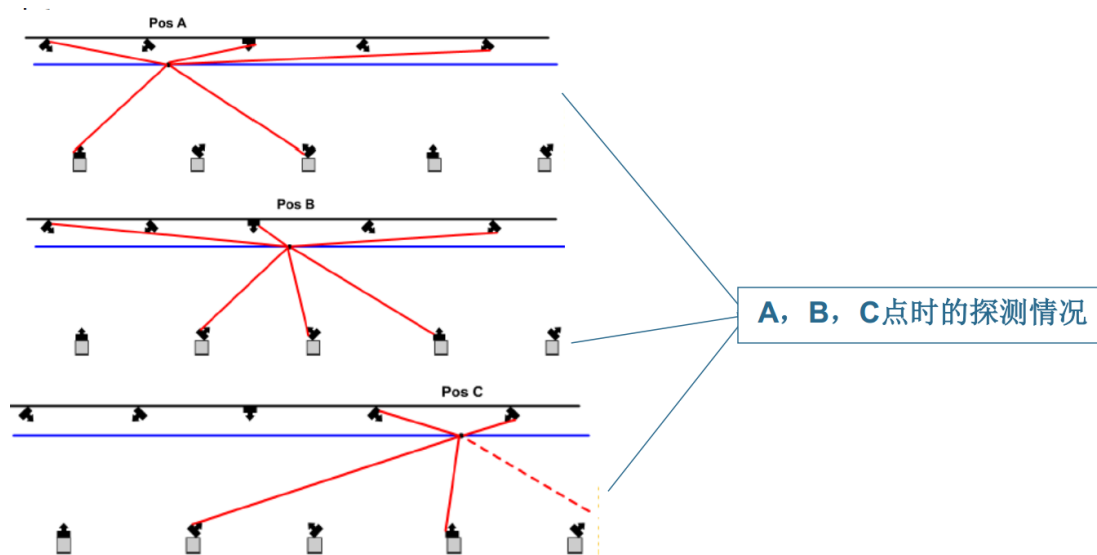

图7-7 整体布置效果
- 布置过程中，尽可能选择多角度混合安装，如图 7-7 所示。